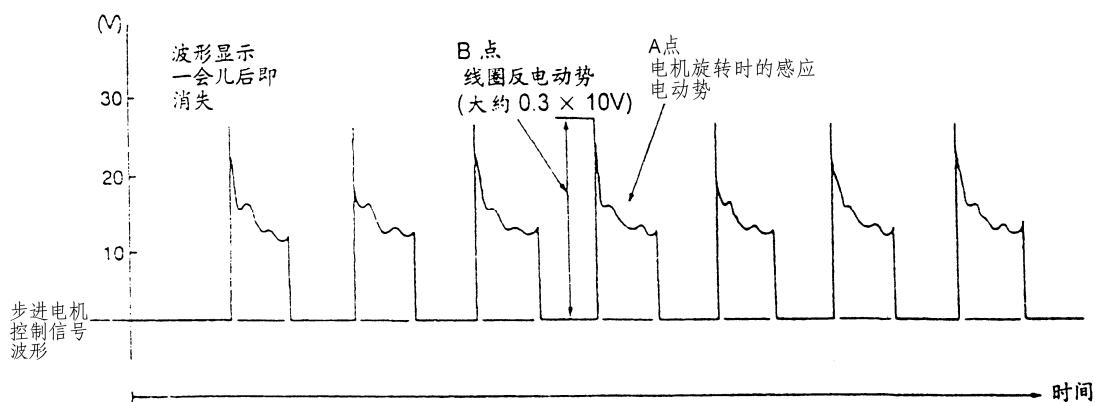

图 3-20 步进电机标准波形
- (3) 不使用测试线时，将示波器的探针分别接到发动机 ECU 的 4 号端子、5 号端子、17 号端子以及 18 号端子。
- (4) 步进电机标准波形观察条件见表 3-14 所示。在示波器中，检测到的步进电机的标准波形如图 3-20 所示。其中 A 点表示步进电机旋转时，检查有无感应电动势出现（参考异常波形范例），与标准波形对照感应电动势很小或是完全没有出现，其可能原因是步进电机